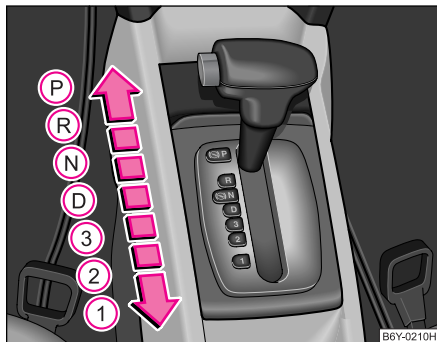

Abb. 95 Wählhebel
- Drücken Sie die Sperrtaste (Taste im Wählhebelgriff), stellen Sie den Wählhebel in die gewünschte Stellung, z. B. in **D** ⇒ Seite 112, Abb. 95 und lassen Sie die Sperrtaste wieder los.